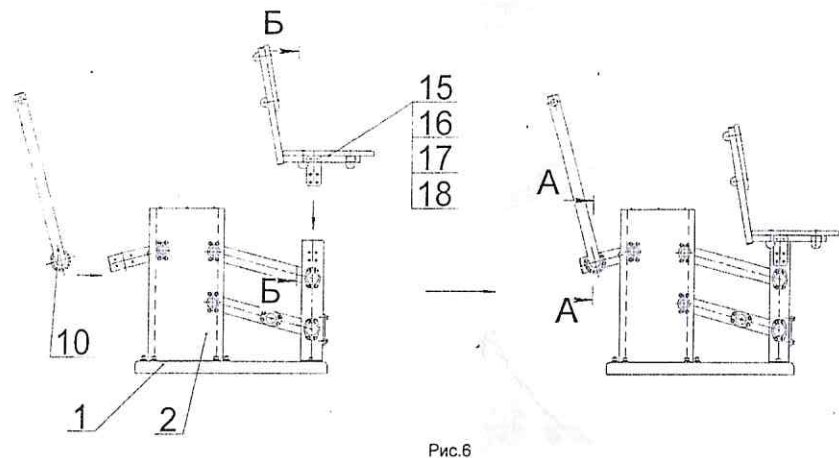

Рис.6
9.3.3 Произвести сборку тренажера (рис.6...9);